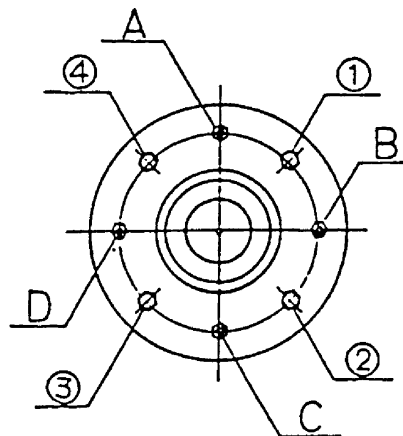

図 9-4
9.3.4 ドラムの芯出し調整 (図 9-4)
- ・ 主軸ベアリングケースを止めている取付けボルト及びナット 4 箇所(A～D)と、調整ボルト及びナット 4 箇所(①～④)で調整します。(図 9-4)
- ・ 例えば、ドラムの口金を機械正面より見て右に寄せたい場合、③、④と A,C,D のナットを少し緩め、③、④のボルトをドラムの口金を見ながら締め込みます。
- ・ 調整が終わったら、③、④と A,C,D のナットを締め込みます。
後方へ抜いてください。(図 9-4)